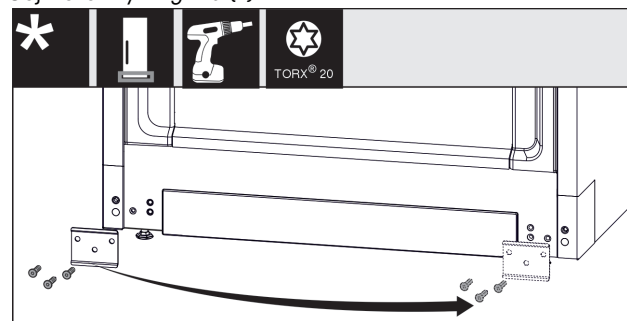

Fig. 21
- ▶ Odšroubujte plech Fig. 21 (1), přesuňte jej na druhou stranu a přišroubujte jej zpět.